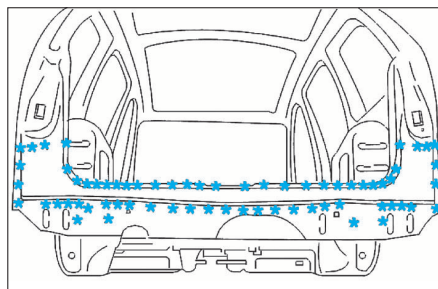

FIG. 151
- Découper par fraisage des points (Fig.151).